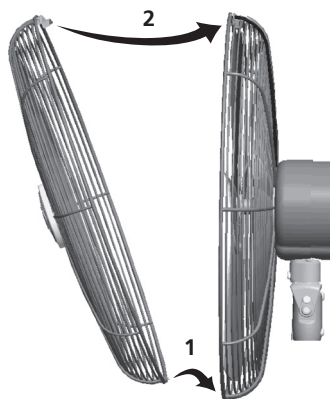

FIGURE 11
24. Le logo Hunter vous faisant face et vers le haut, introduire les languettes de la partie inférieure de la grille avant dans la couronne de la grille arrière comme le montre la figure 11, flèche 1. Déplacer ensuite le haut de la grille comme le montre la flèche 2 de la figure 11, pour que le haut de la grille avant s'engage dans la couronne de la grille ar-